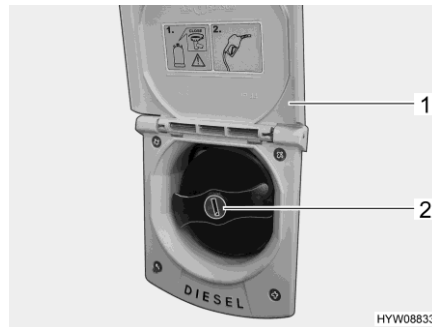

Fig. 41 Bec de remplissage du carburant
- Basculer le portillon (Fig. 41,1) vers le haut.
- Insérer la clé dans le barillet (Fig. 41,2) et la tourner dans le sens inverse des aiguilles d'une montre.